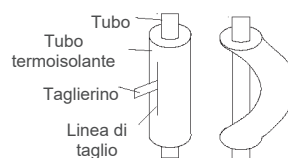

Fig. 11
- (4). Quando si piega il tubo, non ripiegarlo sullo stesso punto, per evitare che si spezzi. In tal caso, tagliare il tubo termoisolante con un taglierino affilato come illustrato in Fig. 11 e piegarlo dopo avere esposto il tubo. Dopo avere eseguito la piegatura desiderata, riposizionare il tubo isolante sul tubo e fissarlo con del nastro adesivo.